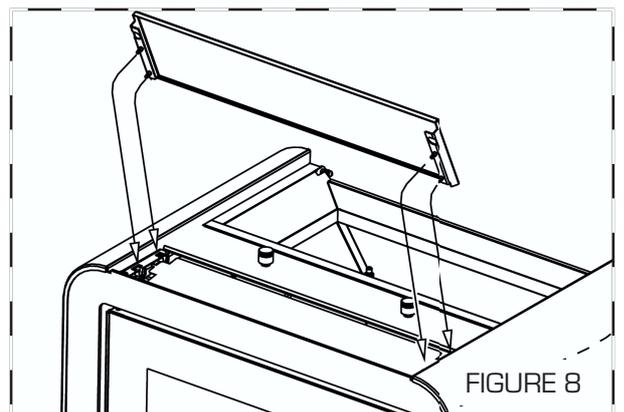

FIGURE 8
- Fixer le couvercle (Figure 8).